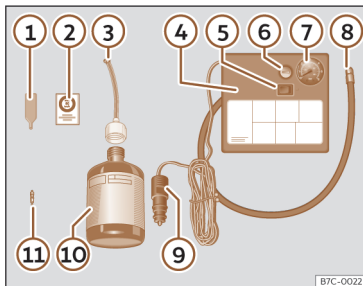

Fig. 252 Representação standard: conteúdo do kit antifuros.
O kit antifuros está localizado na bagageira, por baixo do revestimento do piso. Inclui os seguintes componentes >>> **Fig. 252**:
- Desenrosque a proteção e o obus da válvula do pneu. Utilize o aparelho >>> **Fig. 252** ① para retirar o obus. Coloque-o numa superfície limpa.
- Agite com força a garrafa de vedante de pneus >>> **Fig. 252** ⑩.
- Enrosque o tubo de enchimento >>> **Fig. 252** ③ na garrafa de vedante. O selo da garrafa partir-se-á automaticamente.
- Remova o tampão do tubo de enchimento >>> **Fig. 252** ③ e enrosque a extremidade aberta do tubo na válvula do pneu.
- Volte a colocar o obus com o aparelho >>> **Fig. 252** ① na válvula do pneu.
- Enrosque o tubo de enchimento do pneu do compressor >>> **Fig. 252** ⑧ na válvula do pneu.
- Verifique se o parafuso de evacuação de ar está fechado >>> **Fig. 252** ⑥.
- Ligue o conector >>> **Fig. 252** ⑨ a uma tomada de corrente de 12 volts do veículo >>> Página 266.
- Ligue o compressor de ar com o interruptor ON/OFF >>> **Fig. 252** ⑤.
- Cole o autocolante >>> Fig. 252 ② no painel de instrumentos, dentro do campo visual do condutor.
Volte a enroscar o tubo de enchimento >>> Fig. 252 ⑧ e verifique a pressão no manómetro ⑦.